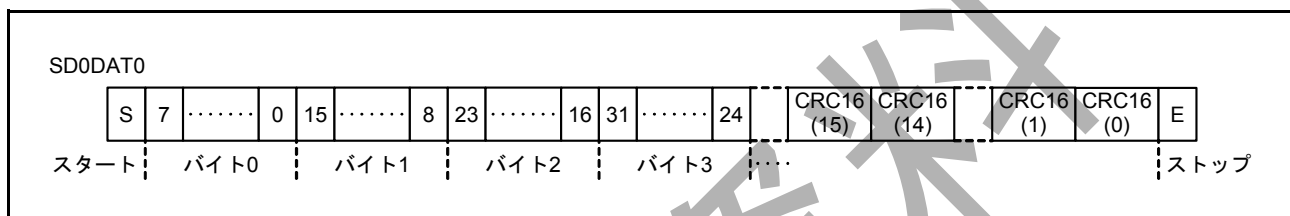
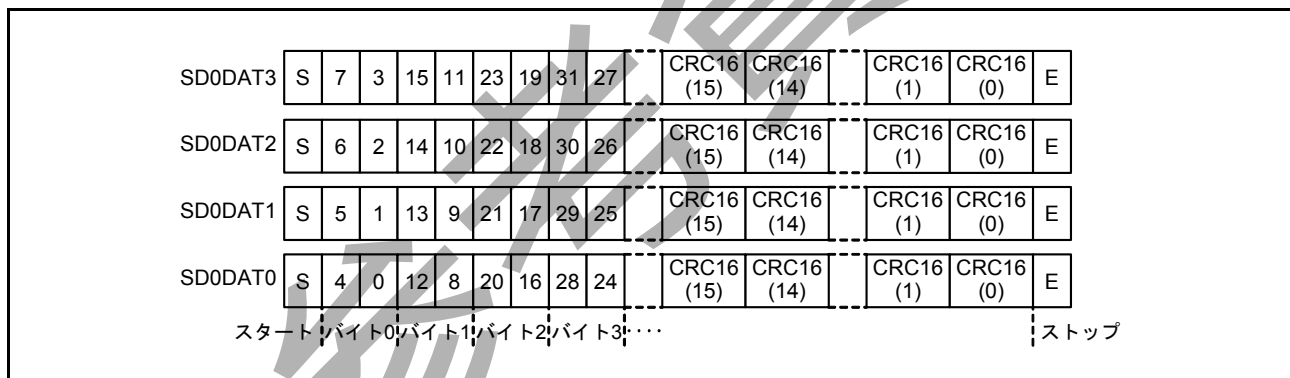

図 37.2 1ビット幅モードのSD0DAT
図 37.3 4ビット幅モードのSD0DAT
1. SD/MMCホストインタフェースがSD0DAT信号によりSDカード/MMCからデータを受信する。図 37.2 および図 37.3 を参照。